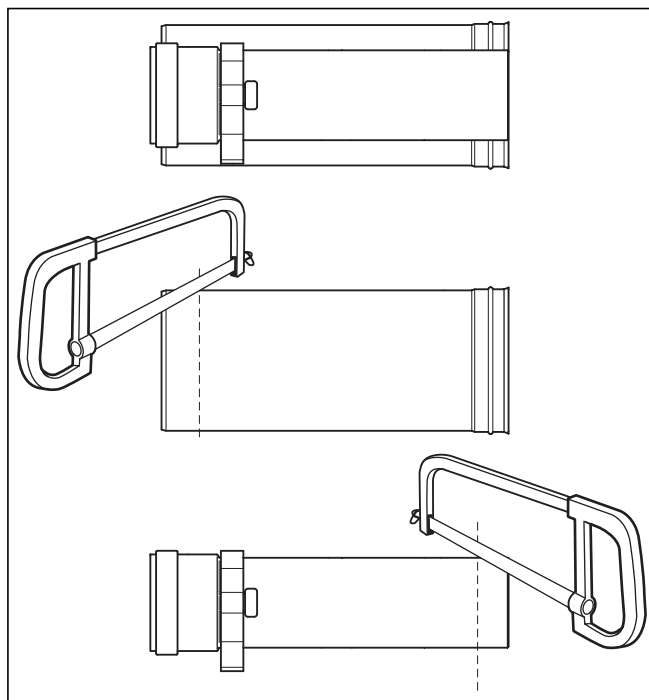

Рис. 4.76 Укорачивание удлинителя
Укоротите отвод ОГ и внешнюю трубу у муфт прилегающих сторон (→ рис. 4.76).
- Снова задвиньте трубу отвода ОГ в наружную трубу, как это показано на рис. 4.76.